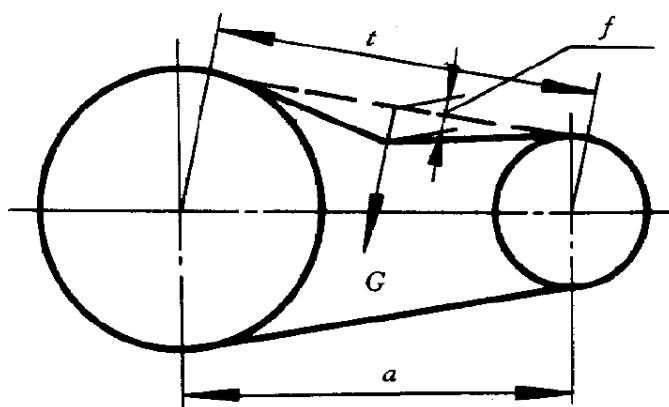

图 9-7 同步带安装挠度
- 步骤7. 调节螺钉位置，调整同步带至合适的预紧力及安装挠度（参考图 9-7），推荐预紧力为 14.6N，安装挠度为 2.6mm。